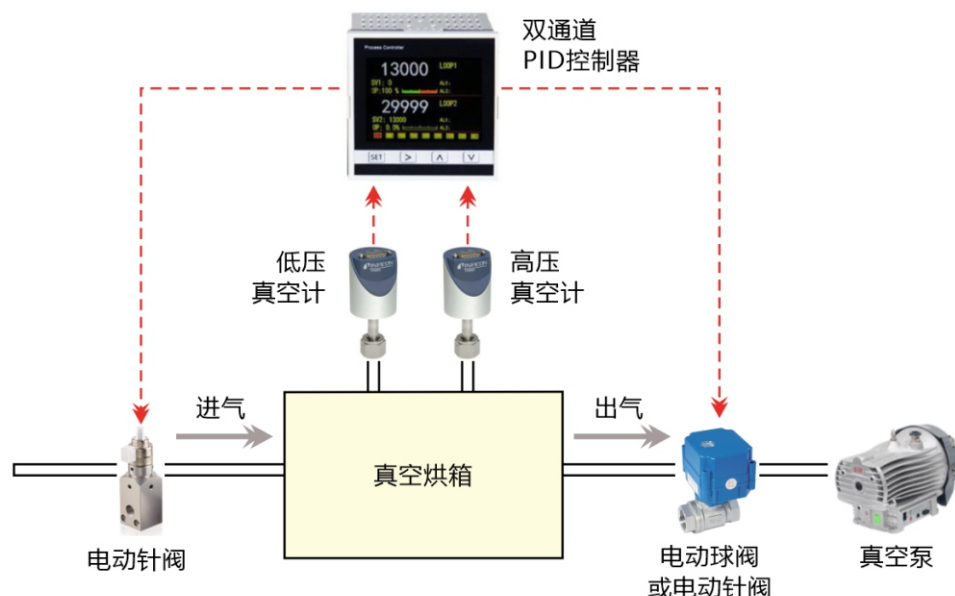

图1 真空烘箱可编程真空度控制系统结构示意图
按照真空度程序控制思路设计的真空烘箱技术改造方案如图1所示，整个真空控制系统主要包括进气电动针阀、排气电动球阀、真空计、可编程PID控制器和真空泵，PID控制器分别调节进气针阀和排气球阀的开度大小来实现箱体内真空度按照设定程序进行变化。
(1) 普通细粉干燥工艺对最终达到的真空度要求并不是很高，真空度变化范围一般也只在10Torr~1个大气压的区间内，这时的真空度控制系统只需配备一只真空计就可覆盖所需压力变化范围。如果要求在更高的真空度下进行干燥，如0.1Torr~1个大气压范围，如图1所示，控制系统则需要配备两只真空计才能实现全量程真空度的精密测量和控制。
(2) 所用的真空度控制器是一台高精度的双通道控制器，每个通道都具有独立的PID自动控制功能。每个通道都是24位AD和16位DA，双精度浮点运算和最小输出百分比为0.01%。控制器具有RS485通讯和标准MODBUS协议，配备的测控软件，可遥控操作和存储显示测试曲线。
(3) 在如图1的真空度控制系统中，分别在进气口和排出口出配备的电动针阀和电动球阀，控制器自动调节针阀和球阀的开度来实现真空度的精密控制。在低压范围的真空度控制过程中，一般是将负责下游排气的电动球阀调节为始终的全开状态，通过电动针阀来调节进气流量实现真空度控制；在高压范围的真空度控制过程中，一般是将负责上游进气的电动针阀调节为某一开度并保持固定不变，通过下游的电动球阀来调节排气流量实现真空度控制。另外，这里所配备的电动针阀和电动球阀都属于高速阀门，从全闭到全开用时都小于1秒以内，非常适合真空度的动态控制需要，采用0~10V或4~20mA模拟信号可以直接驱动这两种电动阀门，且这两种阀门都有较低的真空漏率，适用于各种密闭设备的高真空要求。